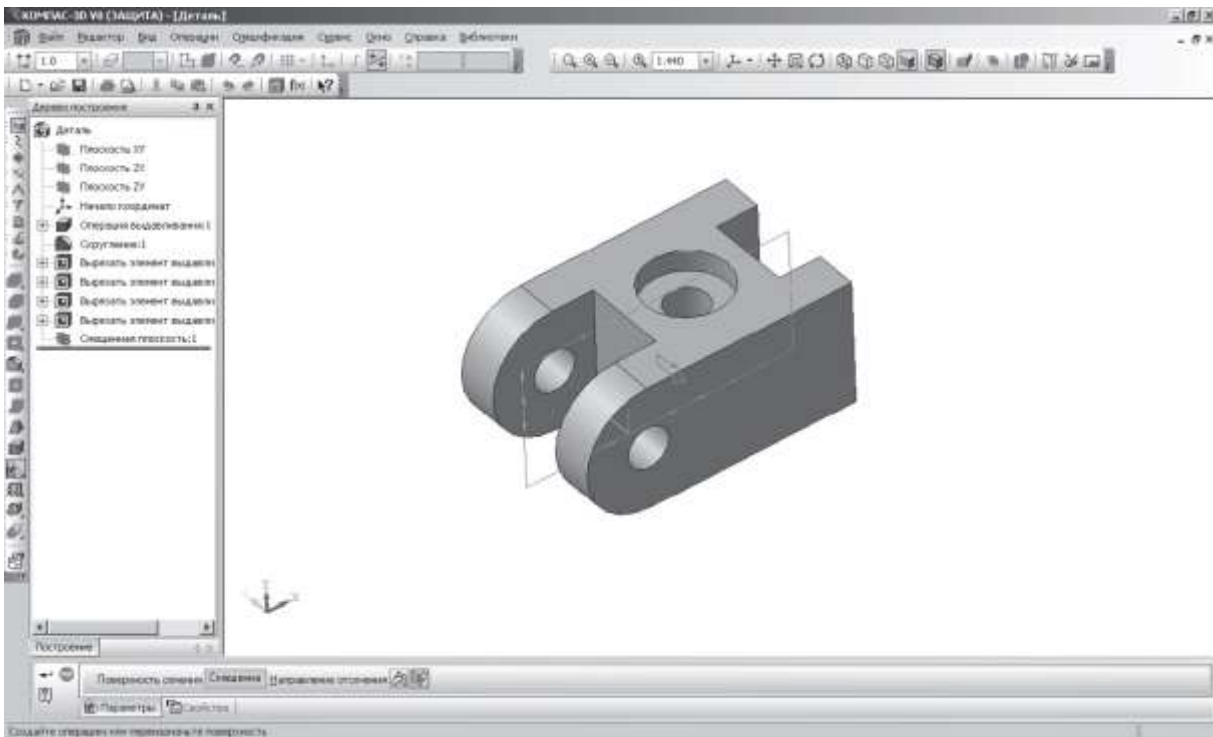

Рис. 14.22
- Для удаления части детали, обращенной к наблюдателю, включите кнопку **Обратное** (направление отсечения показывается на фантоме в окне виде стрелочки) – рис. 14.22.